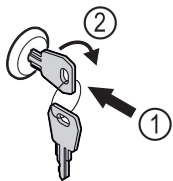

Fig. 123 Representación a modo de ejemplo
- Introducir la llave Fig. 123 (1).
- Girar la llave 90° en sentido horario Fig. 123 (2).